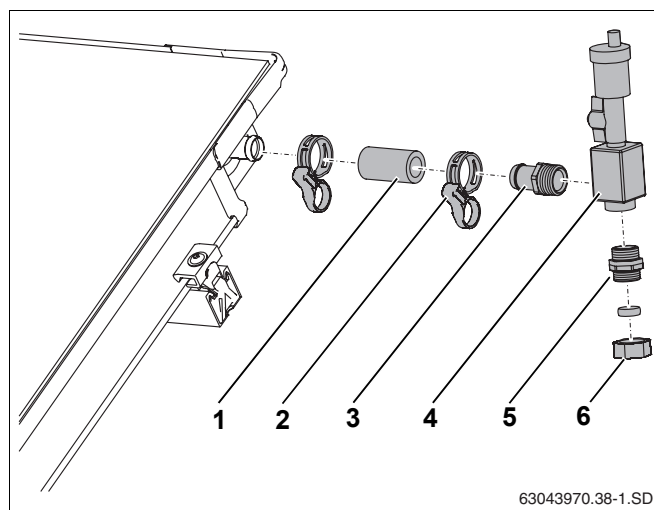

Рис. 60 Подключение воздушного клапана на крыше
- Надеть короткий шланг (55 мм, рис. 60, поз. 1) на штуцер подключения подающей линии коллектора и зажать пружинным хомутом.
- Завернуть наконечник R³/₄ с кольцом (рис. 60, поз. 3) в воздухосборник (рис. 60, поз. 4).
- Вставить наконечник (рис. 60, поз. 3) до упора в шланг и зажать пружинным хомутом (рис. 60, поз. 2).
- Завернуть двойной ниппель с кольцом (рис. 60, поз. 5) в воздухосборник.
- Подсоединить сборную линию к резьбовому соединению с зажимным кольцом (18 мм) (рис. 60, поз. 6).